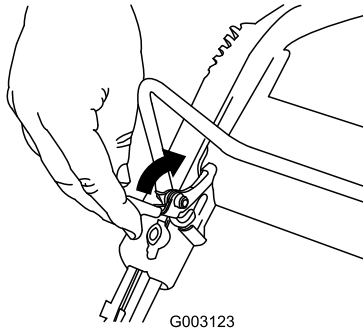

Figura 23
1. Tirate indietro il dispositivo di bloccaggio della barra di comando (Figura 23).